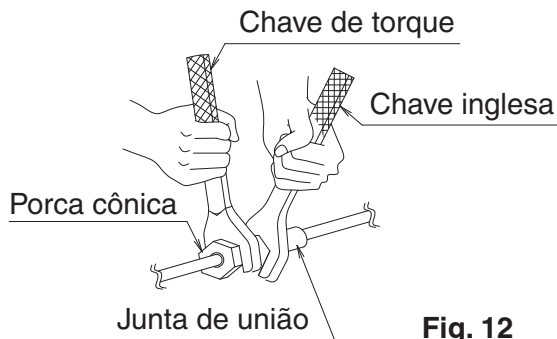

Fig. 12
- Ao conectar as tubulações ao ar condicionado ou remover as tubulações da unidade, certifique-se de usar uma chave inglesa e uma chave de torque como mostrado na **Fig. 12**.